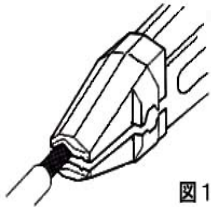

図1
1. ケーブルサイズに合う先端カッター部にケーブルを入れて閉じる。(図1)